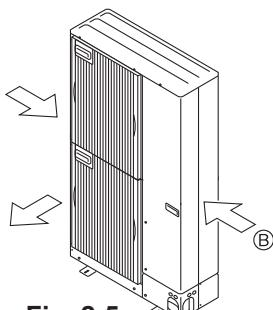

Fig. 2-5
- ③ Повозможности разместите прибор так, чтобы воздух из выходного отверстия выдувался в направлении, перпендикулярном к сезонному направлению ветра. (Fig. 2-5)